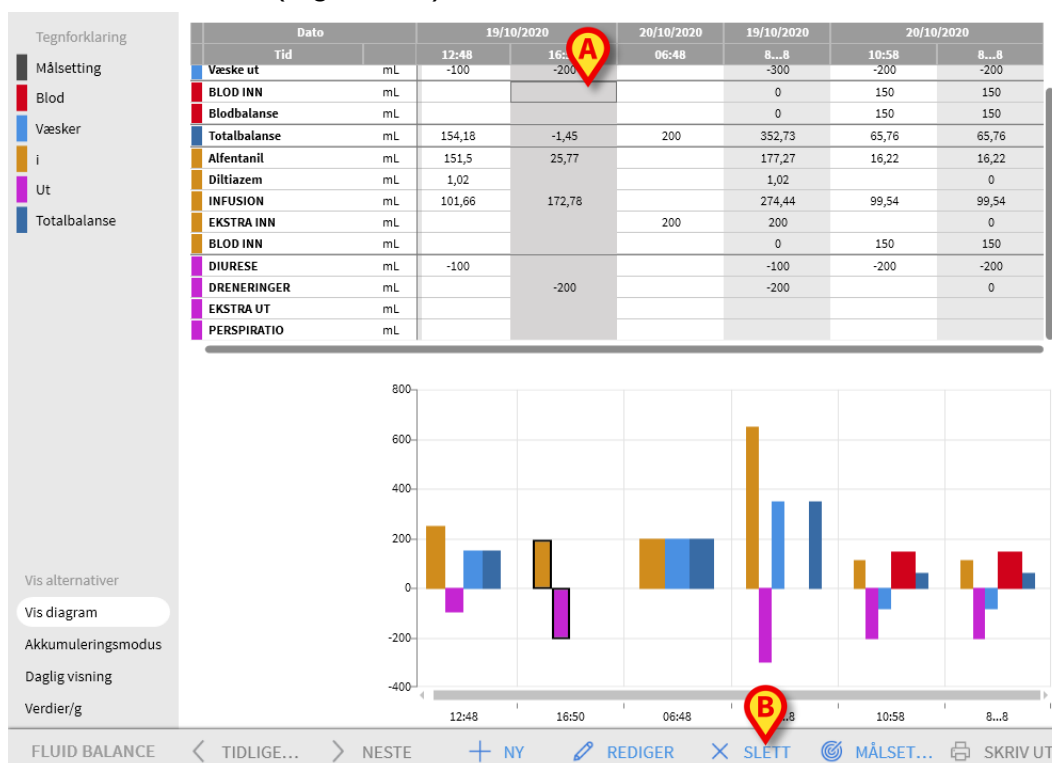

Fig. 210
Kolonnen utheves (Fig. 210 A).
- Klikk på **Slett** på kommandolinjen (Fig. 210 B).